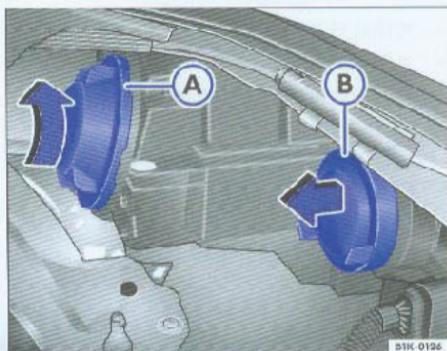

图30 近光灯后盖A、远光灯及边灯后盖B
- 按箭头所示方向向后拉下后盖B \Rightarrow 图30。
- 将后盖B \Rightarrow 图30装回到大灯上。